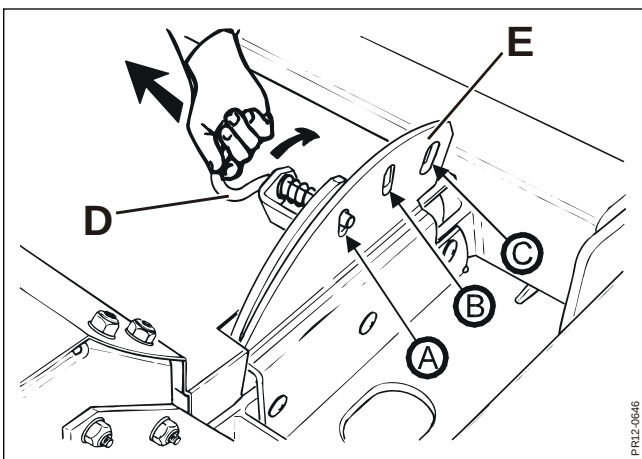

Fig. 3-17
- Fig. 3-17** Das System wird mit dem Handgriff **D** bedient, der in 3 Positionen auf der Konsole **E** angebracht werden kann. Der Abstand der Aufbereiterplatte zum Rotor kann dadurch geändert werden, dass der Handgriff **D** zu einem der anderen Löcher in der Konsole **E** gerückt wird. Wenn der Handgriff auf Pos. (A) eingestellt wird, ist der Abstand zwischen der Aufbereiterplatte und den Aufbereiterfingern klein, in Pos. (B) ist der Abstand mittelgroß und in Pos. (C) ist der Abstand groß. Die Einstellung des Systems hängt von mehreren Verhältnissen ab. Die optimale Aufbereitung wird mit der unten angegebenen Einstellung der Aufbereiterplatte erzielt: